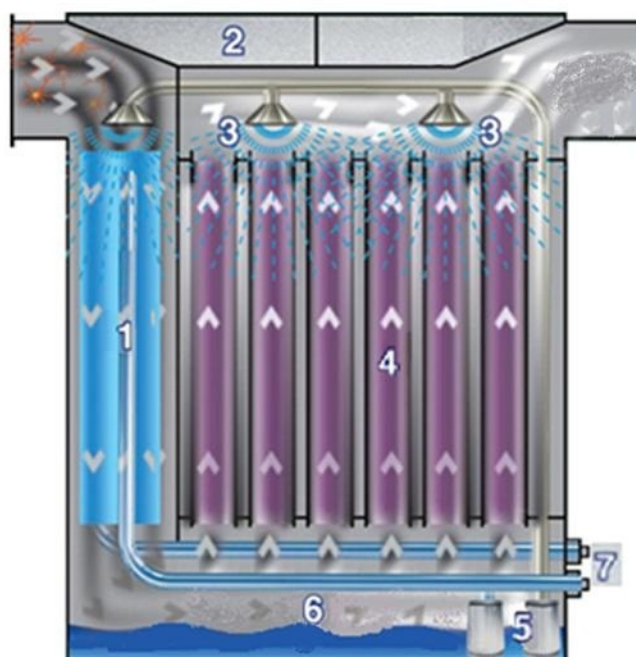

Рис. 2. Функциональная схема «Smoke Automat»
- a. Прохождение загрязненного воздуха с высокой температурой через модуль водяного охлаждения (калорифер) (Рис.2., поз.1). Происходит охлаждение воздуха до рабочей температуры 55°C.
- c. Осажденные вредные вещества стекают и скапливаются в поддоне (Рис. 2., поз.8).